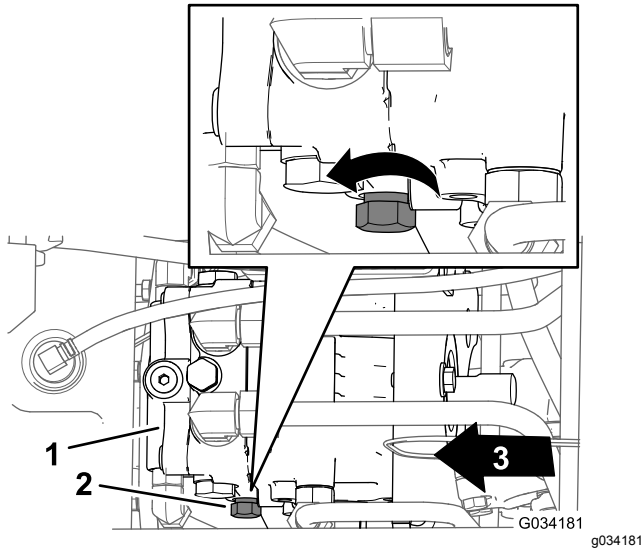

Figure 32
- Localisez le bouton de commande de la vanne de dérivation sur le côté gauche de la pompe hydraulique (Figure 32).
- Tournez le bouton de 3 tours dans le sens antihoraire (Figure 32).
- Tournez la bouton de commande (Figure 32) dans le sens horaire jusqu'à ce que vous sentiez une résistance, ce qui indique que la vanne de dérivation est fermée.